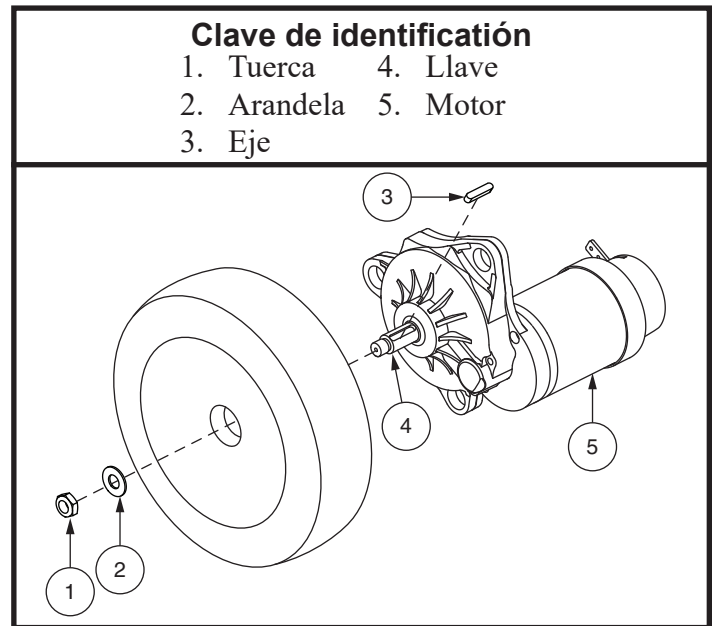

Figura 16. Rueda motriz desmontada
6. Retire la tuerca de la rueda motriz del cubo. **Ver figura 16.**
12. Usando una nueva tuerca, coloque de nuevo la tuerca de la rueda en el cubo y apriete. **Ver figura 16.**